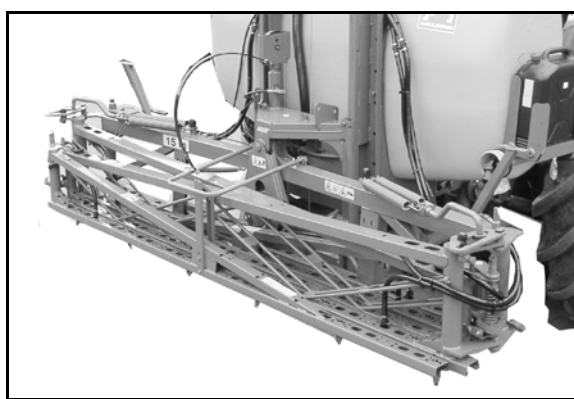

図 80
4. 折り畳んだ後に、走行安全用留め具がしっかり固定されているか確認してください (図 80)。